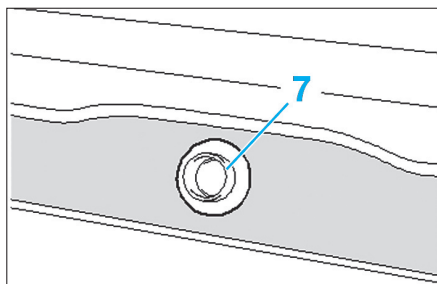

Fig. 67
• Débrancher le flexible (5) menant au gicleur.
• Déposer les écrous de fixation (6).
• Procéder dans l'ordre inverse aux opérations de dépose en au bon positionnement du joint (7) (Fig.67).